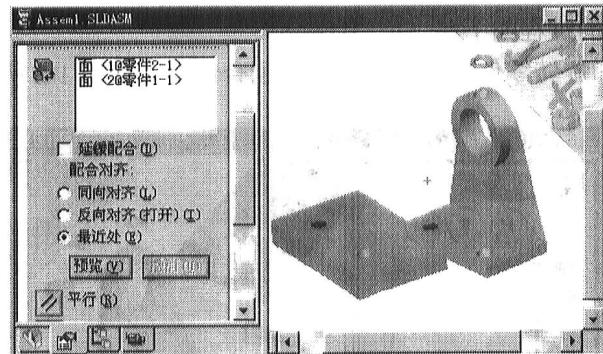

图 1-10 同轴心配合
合按钮 $\text{F}$ ，选择如图 1-10 中用线框方式标示的两个孔，同样所选的零件 1 和零件 2 的两个孔面名称都被列在所选项目方框中。此时，左边窗口中同轴心按钮 $\text{Q}$ 已经处于被按下的状态，这也是系统默认的状态。
- **同轴心配合**：将所选的项目位于同一中心点。如图 1-10 中的孔配合。